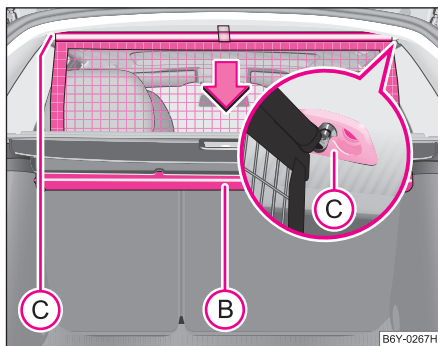

Abb. 62 Netztrennwand einrollen
- Ziehen Sie die Querstange erst auf der einen, dann auf der anderen Seite etwas nach hinten und nehmen die Querstange aus den Aufnahmen (C) ⇒ Abb. 62.
- **Halten** Sie die Querstange so, dass die Netztrennwand in das Gehäuse (B) langsam und ohne Beschädigung einrollen kann.